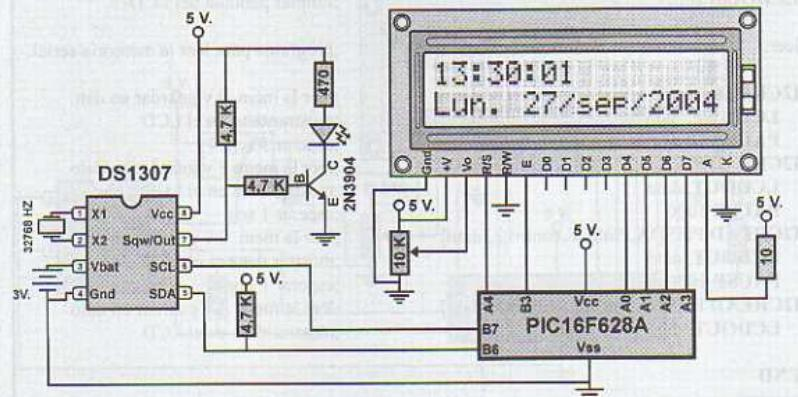

Figura 5.9.13.1. Esquema de conexionado de un RTC con el PIC para un reloj calendario.
- 1 pila de 3 V (CR2032), con su porta pilas ver figura 5.9.13.3.